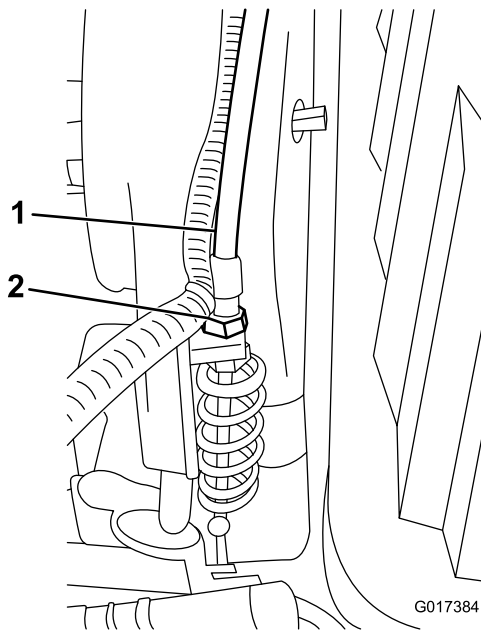

Figura 51
3. Nel supporto della trasmissione, regolate il cavo di comando del cilindro (Figura 51) per ottenere la lunghezza della molla di 70,6 mm - 72,4 mm.